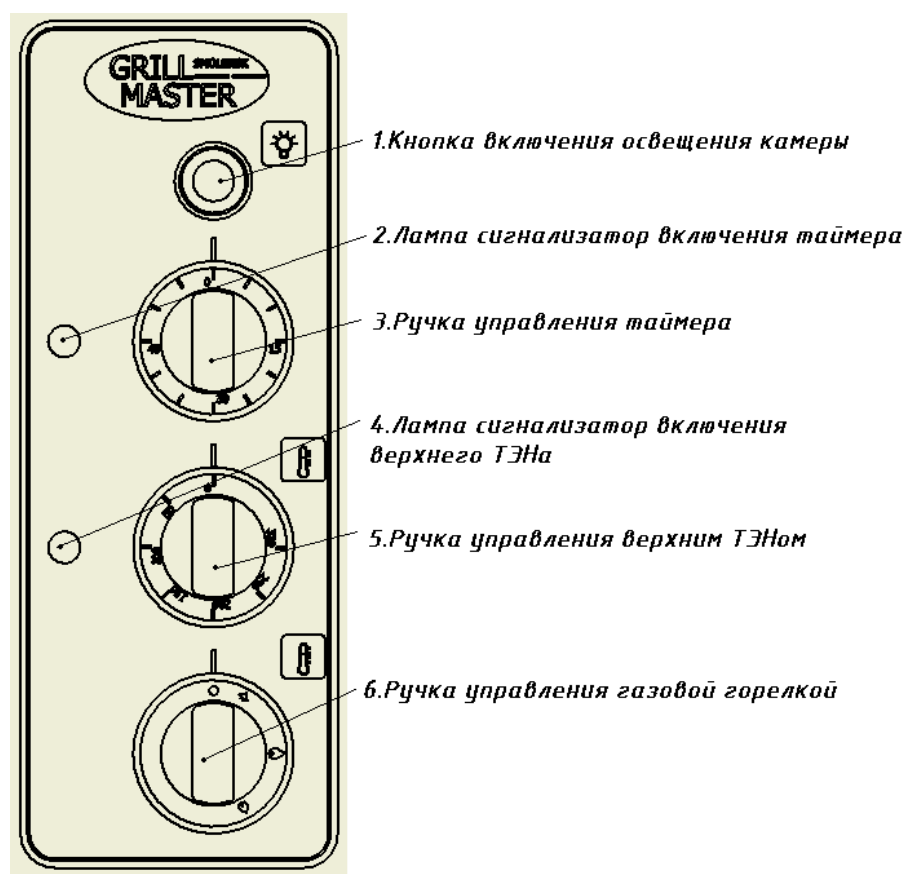

Рисунок 4 – Панель управления комбинированной духовки
5.2. Панель управления комбинированной духовки с элементами управления показана на рис. 4.
8.8. Включение электрического ТЭНа жарочной камеры производится ручкой (рис.4), расположенными в средней части пульта управления духовки (регулирование бесступенчатое) необходимо установить ручку переключателя (рис.4) в положение, соответствующее требуемой температуре, при этом загорается сигнальная лампа (рис.4). При достижении заданной температуры рабочего объема жарочной камеры нагреватель автоматически отключается и лампа гаснет. При уменьшении температуры ниже заданной, нагреватель включается и цикл повторяется.
8.9. Включение газовой горелки производится ручкой (рис.4) при открытой двери духовки. Нажать на ручку подачи газа в горелке, повернув против часовой стрелке на отметку max, и удерживать её нажатой не менее 20 сек. Визуальный контроль розжига горелок осуществляется через отверстия в дне.
8.10. При выпечке для удобства можно использовать таймер. Для включения таймера нужно повернуть ручку (рис.4) по часовой стрелке до нужного времени выпечки, при этом загорится сигнальный индикатор (рис.4), по истечении установленного времени раздастся звонок и индикатор погаснет.